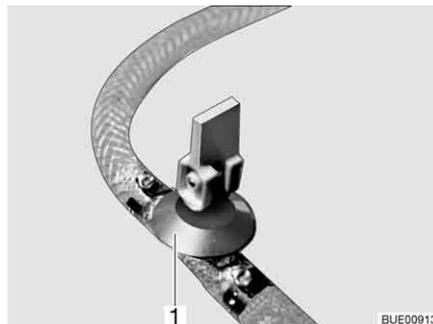
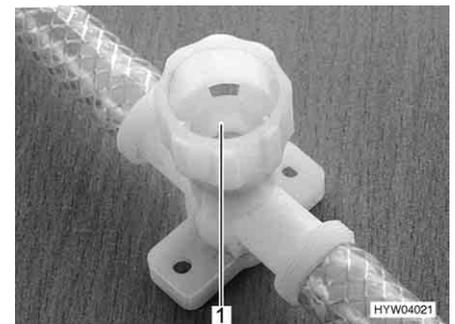

Fig. 151 Llave de desagüe (con balancín)
Fig. 152 Llave de desagüe (con tapa giratoria)
- Cerrar todas las llaves de desagüe. Para esto, poner el balancín de la llave de desagüe (Fig. 151,1) en posición horizontal o cerrar la tapa de la llave de desagüe (Fig. 152,1) girándola en el sentido de las agujas del reloj.